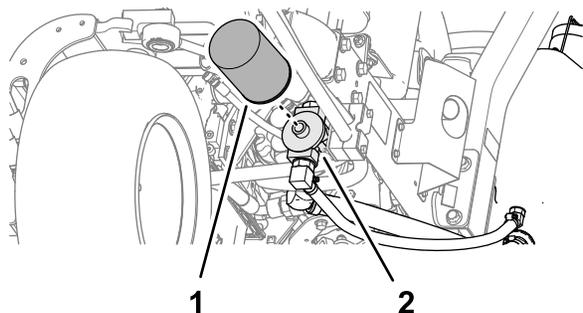

図 88
- フィルタ取り付け部の周辺をウェスできれいにぬぐう。フィルタ **図 88** の下に廃油受けを置いてフィルタを外す。